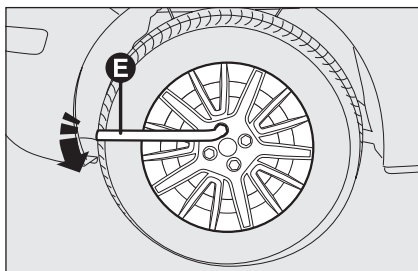

fig. 3
- desserrer d'environ un tour les boulons de fixation à l'aide de la clé fournie **E - fig. 3** ; pour les voitures équipées de jantes en alliage, secouer la voiture pour faciliter le détachement de la jante du moyeu de la roue ;